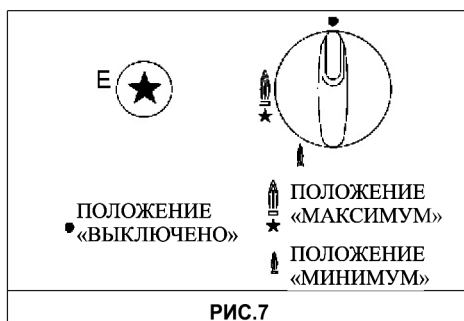

РИС.7
Нажмите и поверните ручку, которая соответствует требуемой конфорке, против часовой стрелки в максимальное положение (большое пламя рис. 7), затем поднесите горящую спичку к конфорке.
Нажмите и поверните ручку, которая соответствует требуемой конфорке, против часовой стрелки в максимальное положение (большое пламя рис. 7), затем нажмите и отпустите кнопку электрического зажигания.
Нажмите и поверните ручку, которая соответствует требуемой конфорке, против часовой стрелки в максимальное положение (большое пламя рис. 7), затем нажмите данную ручку до упора.
Ручку конфорки, оснащенной системой газ-контроль, следует поворачивать против часовой стрелки в максимальное положение (большое пламя рис. 7) до тех пор, пока не почувствуете, что она зафиксировалась, а затем нажмите данную ручку и производите зажигание, как описано выше. После загорания конфорки не отпускайте ручку еще около 10 секунд.
- После закипания установите ручку в положении Минимум (маленькое пламя см. рис. 7).
- *Зажигание конфорок, оснащенных системой газ-контроль, может осуществляться только при установлении ручки в положение Максимум (большое пламя рис. 7).*